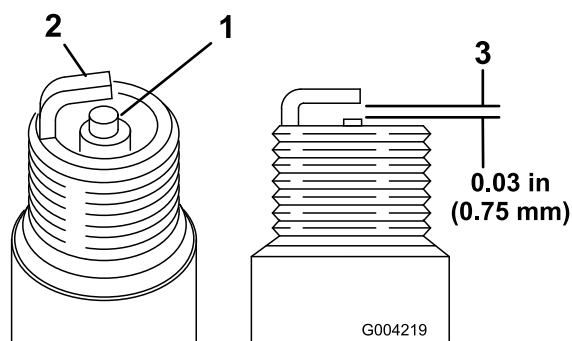

Figure 36
1. Examinez le centre des bougies (Figure 36). Si le bec de l'isolateur est recouvert d'un léger dépôt gris ou brun, le moteur fonctionne correctement. S'il est couvert d'un dépôt noir, c'est généralement signe que le filtre à air est encrassé.
2. Contrôlez l'écartement entre l'électrode centrale et l'électrode latérale (Figure 36).
3. Courbez l'électrode latérale (Figure 36) si l'écartement est incorrect.